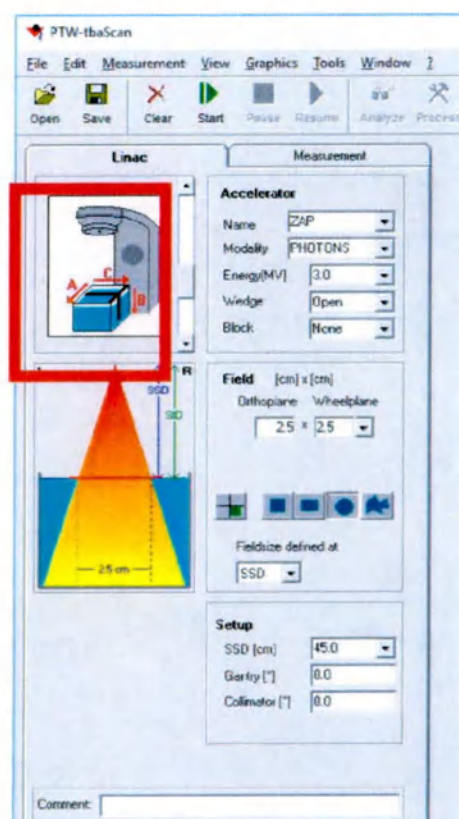

Рисунок 1-15. Вкладка «Линейный ускоритель» (Linac)
- c. Щелкните кнопкой мыши на кнопку «ОК» и перейдите к вводу информации во вкладке «Линейный ускоритель» (Linac), используя в качестве примера конус 25 мм. На дисплее отображаются значения 2,5 см x 2,5 см (см. рисунок 1-15).